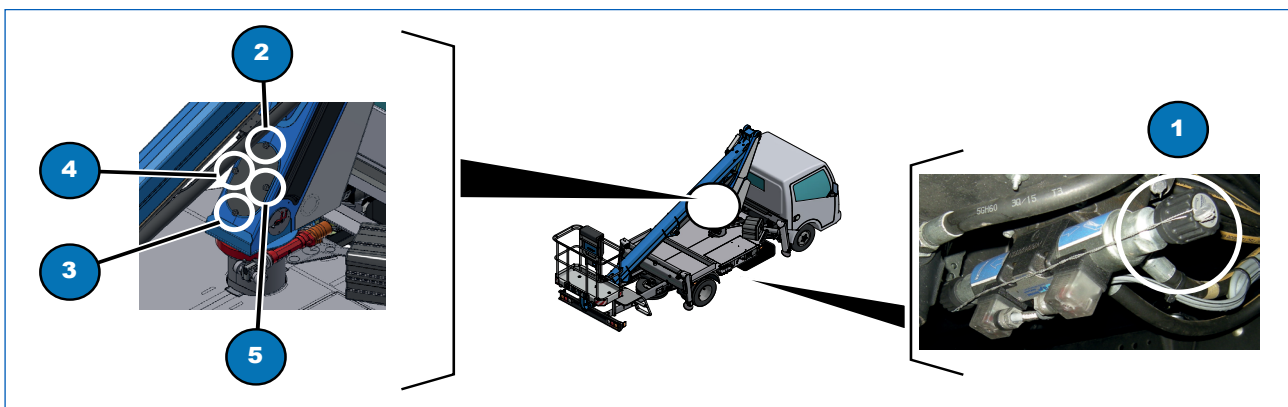

Fig. 7.4
- 3) déplomber la soupape de dérivation (Fig. 7.4, 1) « commande stabilisateurs/nacelle de travail » située à proximité des commandes des stabilisateurs ;
- 4) enlever complètement le carter sur la tourelle en dévissant les poignées noires de blocage (Fig. 7.4, 2, 3, 4 e 5) ;